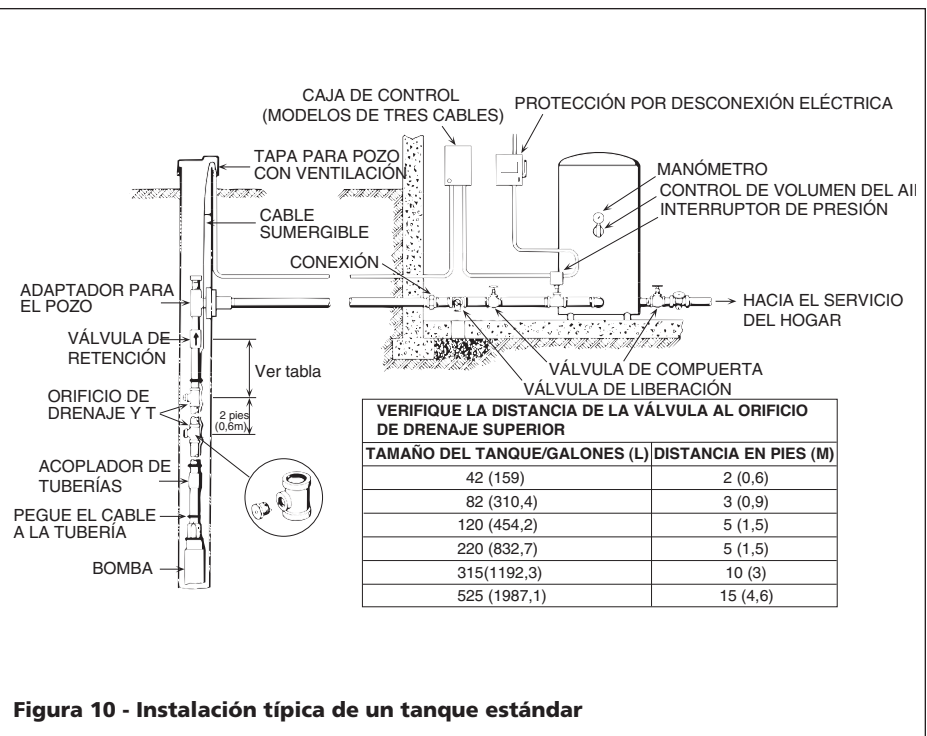

Figura 10 - Instalación típica de un tanque estándar
1. Si utiliza un tanque estándar de presión de aire sobre agua, instale dos orificios de purga a unos 2 pies (0,6 m) de distancia uno del otro como se muestra en la Figura 10, en la página 24-Sp. Los orificios cargarán el tanque con aire automáticamente. Vea la Figura 10 para determinar la ubicación de los orificios.
Vea la Figura 10, en la página 24-Sp, para ver una ilustración de las conexiones de la tubería para un tanque de presión estándar así como también la distancia entre los puertos de liberación de aire y el tanque.